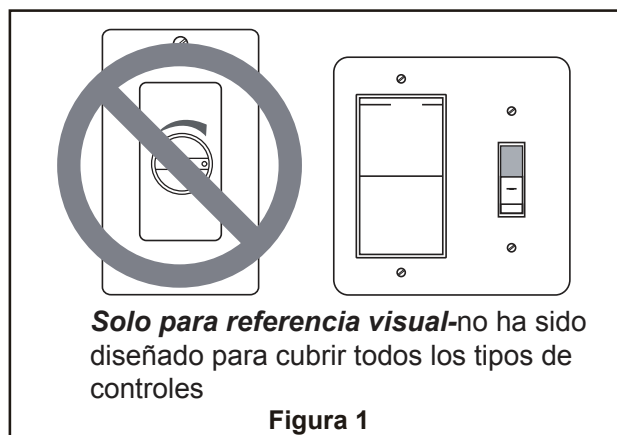

Figura 1
1. Extraiga una de los tornillos de hombro en el soporte del gancho. Afloje el segundo tornillo de hombro sin extraiga completamente. Instale la cubierta rotando la ranura clave en la cubierta sobre el tornillo de hombro del soporte del gancho. Fije el tornillo de hombro. Instale adecuadamente y fije el segundo tornillo de hombro que fue anteriormente guardado. (Figura 1)
1. Coloque el soporte del asa con los postes roscados y la pata inclinada hacia arriba. Coloque el asa sobre el soporte del asa con los postes roscados que se muestran. Asegúrese de que el borde inferior del asa esté completamente asentado sobre el soporte del asa. Coloque la cubierta del soporte del asa sobre la parte superior del asa, colocando los orificios sobre los postes roscados. Apriete los tornillos de cabeza plana para asegurar el asa al soporte del asa. (Figura 1)
1. Retire uno de los tres tornillos en la placa del adaptador en la parte inferior del ensamble del motor. Afloje ligeramente los dos tornillos restantes. Ensamble el ensamble de la placa de iluminación en la placa del adaptador del ensamble de motor mediante los dos chaveteros del ensamble de la placa de iluminación. Vuelva a colocar el tercer tornillo y apriete todos los tornillos. (Figura 1)
El uso de un regulador de la intensidad completa (no incluido) para controlar la velocidad del ventilador dañará el dispositivo. Para reducir el riesgo de incendio o descarga eléctrica, no utilice dicho regulador para controlar la velocidad del ventilador. (Figura 1)